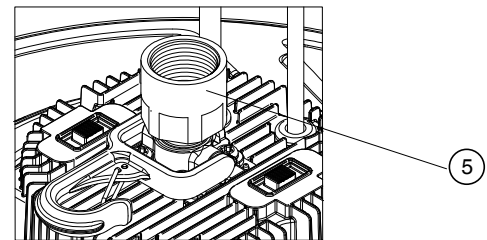

Fig 6
**Montaje opcional - Adaptador de 3/4" (JEBLMTG ADAPTER)** (se vende por separado) - El adaptador opcional (5) está diseñado para acoplarse a la luminaria CPRB y permite la instalación opcional de vástago o gancho. (consulte la Fig. 6).
Localice los interruptores CCT y ALO en la parte superior del controlador (consulte la Fig. 6). El CCT predeterminado se establece en 5000 K y la salida de luz predeterminada se establece en 15 000 lm (ALO13) y 24 000 lm (ALO14). Deslice el interruptor para seleccionar el CCT y la salida de luz deseados.